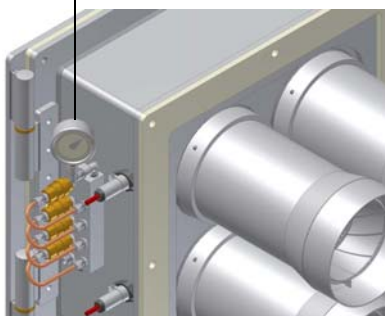

Рис. 38
- 9 Давление питания форсунки уже отрегулировано заранее на заводе-изготовителе и не должно изменяться. Только в случае необходимости, отрегулировать давление питания (см. таблицу на стр 35) следующим образом: установить манометр в положение, указанное на Рис. 38, воздействовать на регулировочный винт **VR** насоса (см. Рис. 40) ;